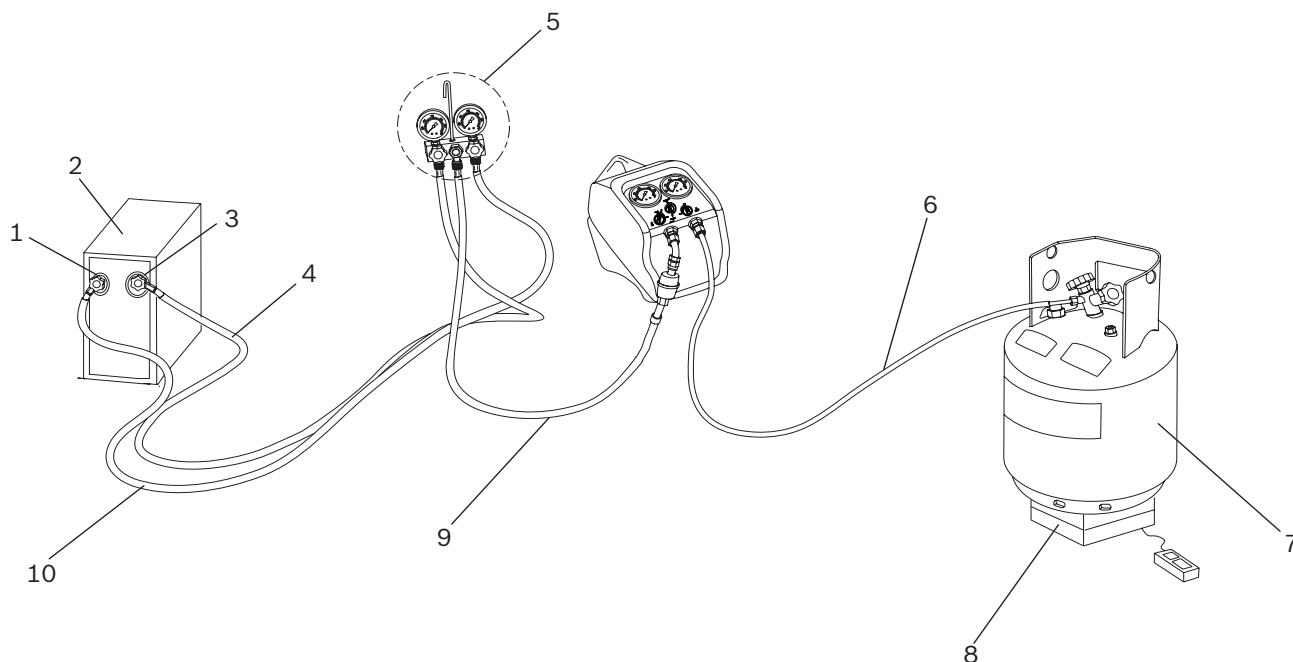

Bild 3: Normal återvinning
4. Koppla RG8.0 / RG4.0 till systemet som skall servas. Se bild 3. Utför arbetet i den ordning som anges nedan. Använd bara godkända slangar. Vi rekommenderar starkt att man använder slangar med manuell avstängningsventil i ena änden. Följande instruktioner är skrivna med sådana slangar i åtanke.